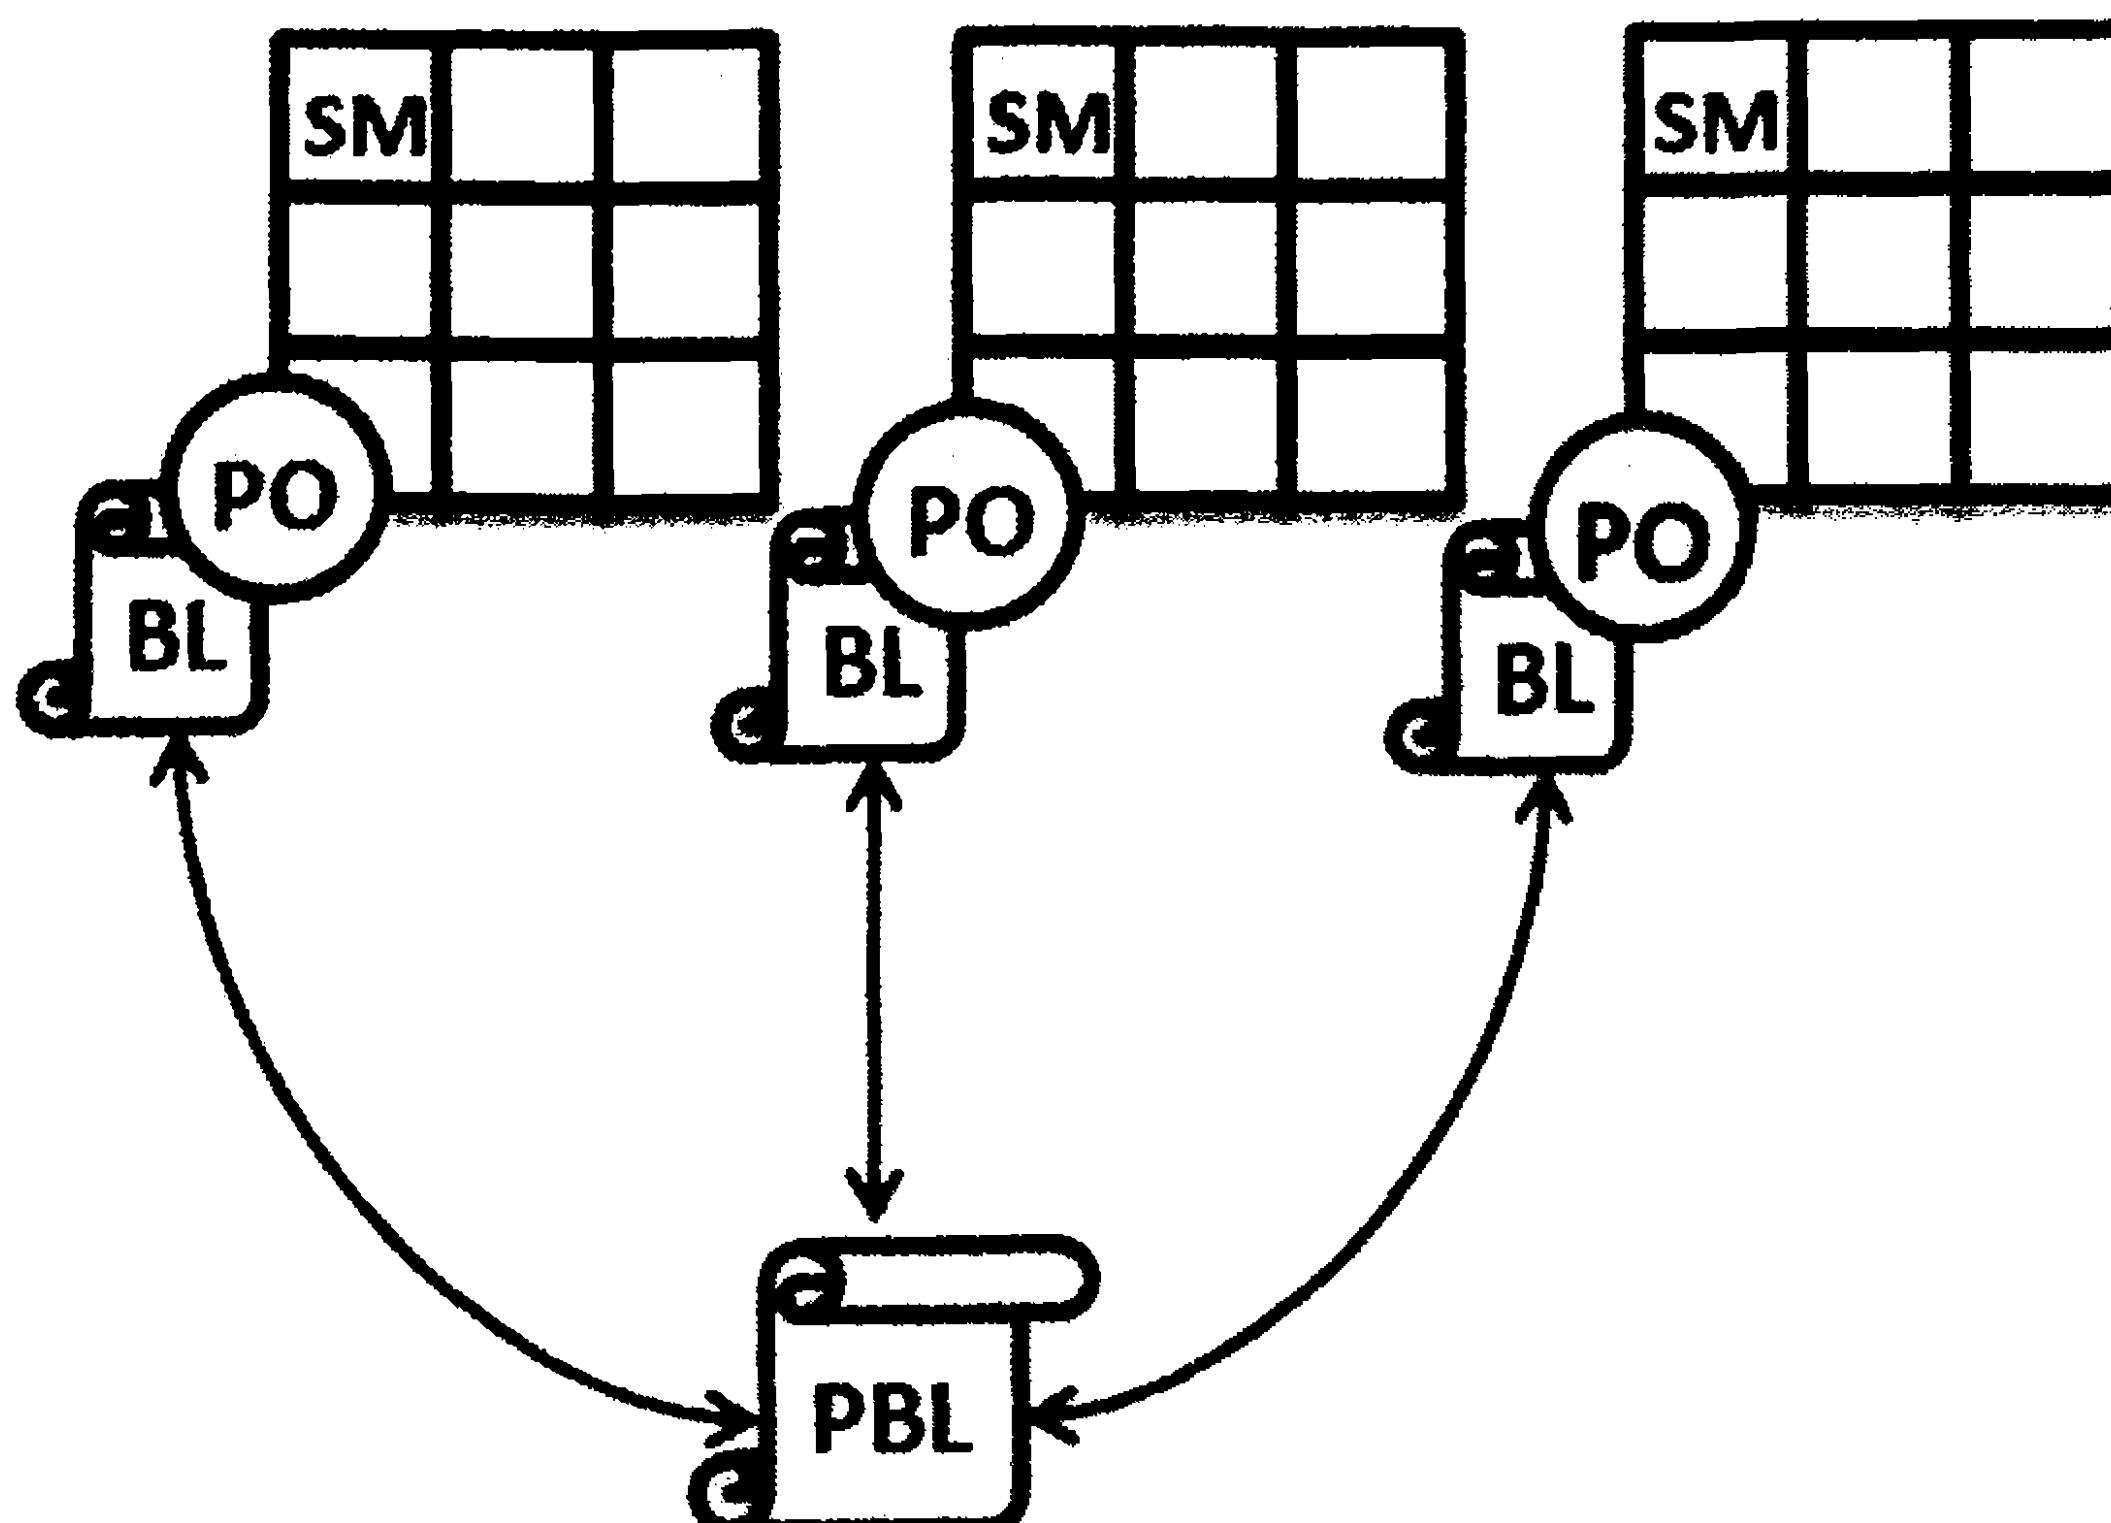

Рис.2.42. Объединение журналов продуктов на уровне масштабирования *Scrum of Scrum*
Аналогично реализуется масштабирование документов. На уровне *Scrum of Scrum* беклог продукта (BL) укрупняется до уровня PBL, как это показано на рис. 2.42.